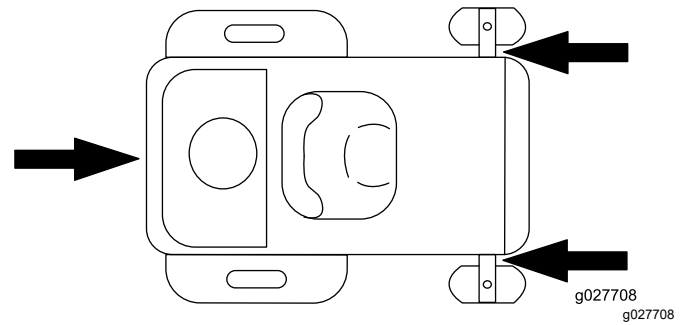

Figure 33
6. Arrimez la machine près des roues pivotantes avant et du cadre arrière à l'aide de sangles, chaînes, câbles ou cordes (Figure 33). Voir la réglementation locale concernant les exigences en matière d'arrimage.